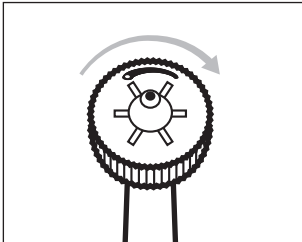

Abb. 6
- ◆ Drehen Sie den Düsenregler **1** mit den Fingern im Uhrzeigersinn für einen Mehrfachstrahl zur Zahnfleischmassage (siehe Abb. 6 und 7).